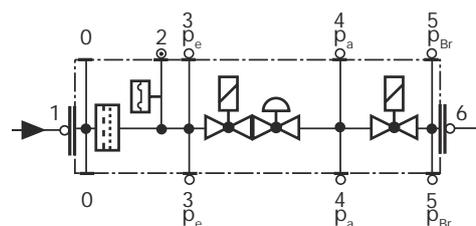

Fig. 39
- Pulire o sostituire il filtro se la differenza di pressione fra i punti 1 e 3 (Fig. 39) è  $\Delta p > 10$  mbar.
- Pulire o sostituire il filtro se la differenza di pressione fra i punti 1 e 3 (Fig. 39) risulta raddoppiata dall'ultimo controllo.